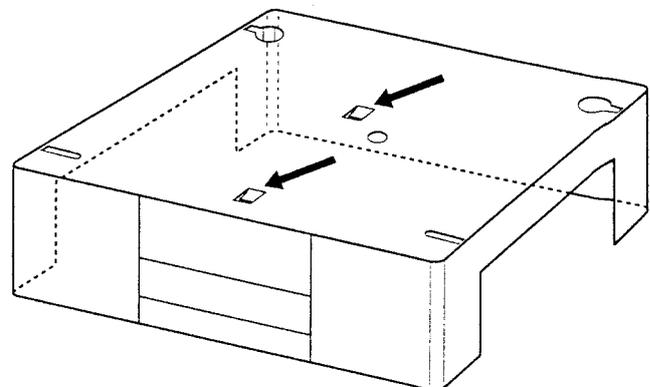

Fig.2
- Die Bodenplatte läßt sich durch Entriegeln von 2 Schnapphaken abnehmen. (siehe Fig.2)